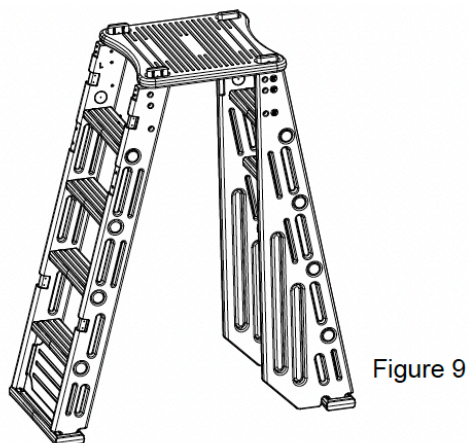

Figure 9
08. Insérez les marches intérieures et extérieures dans les quatre trous de la marche correspondante (voir Figure 9).